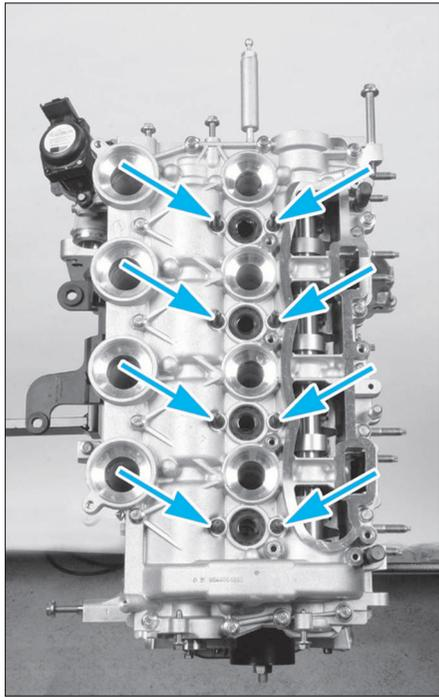

FIG. 36
- vérifier le serrage des goujons (Fig.36).